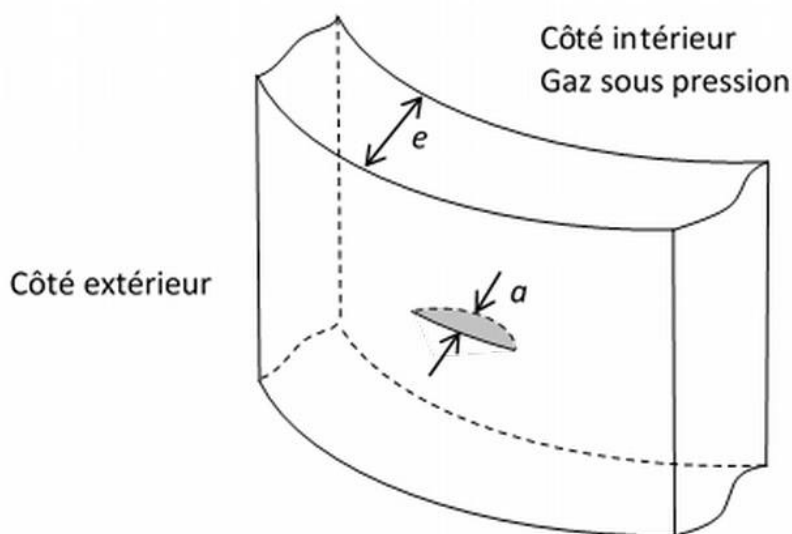

FIGURE 1 : Fissure sur la face externe d'un réservoir sous pression.
Dans la conception des réservoirs sous pression, on cherche à éviter la rupture brutale qui mènerait à leur éclatement. Pour ce faire, on choisit des matériaux qui ont des propriétés telles qu'une fissure à partir de la surface externe du réservoir puisse avoir une profondeur égale à l'épaisseur de la paroi de telle sorte qu'il y ait une fuite de gaz plutôt qu'un éclatement du réservoir. Considérons un tel réservoir (Figure 1) fait d'un alliage d'aluminium ayant les propriétés suivantes :
- Au-dessus de quelle profondeur de fissure maximale  $a_c$  y aurait-il risque de rupture brutale ? Qu'en déduisez-vous sur le risque de rupture brutale du réservoir illustré à la Figure 1 ? Observera-t-on une fuite de gaz avant éclatement ? (6 points)